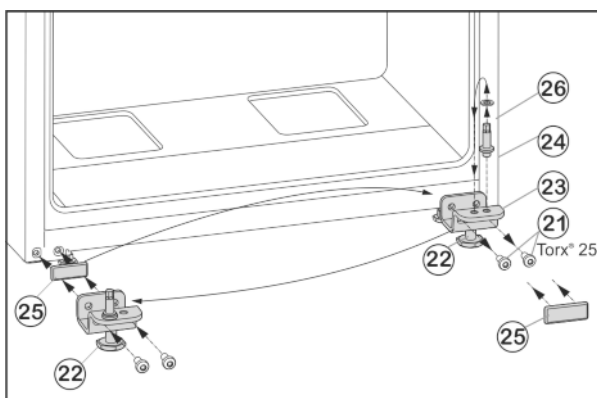

Fig. 7
- Upevňovací šrouby Fig. 7 (21) odšroubujte.
- Vyjměte spodní stojan ložiska Fig. 7 (23) i s ložiskovým čepem Fig. 7 (24), podložkou Fig. 7 (26) a seřizovací nožkou Fig. 7 (22).
- Ložiskový čep Fig. 7 (24) kompletně odšroubujte i s podložkou Fig. 7 (26), přemístěte do protilehlého upínacího otvoru stojanu ložiska a opět přišroubujte.
- Krycí desku Fig. 7 (25) opatrně sejměte a přemístěte ji na protější stranu.
- Dolní stojan ložiska Fig. 7 (23) opět kompletně, i s ložiskovým čepem Fig. 7 (24), podložkou Fig. 7 (26) a seřizovací nožkou Fig. 7 (22), případně s pomocí akumulátorového šroubováku **silou (4 Nm)** našroubujte na nové straně závěsu dveří.
- Dveře nasadíte shora na ložiskový čep Fig. 7 (24).
- Seřizovací nožku Fig. 7 (22) na spodním stojanu ložiska Fig. 7 (23) vytáčejte, až dosedne na zem.